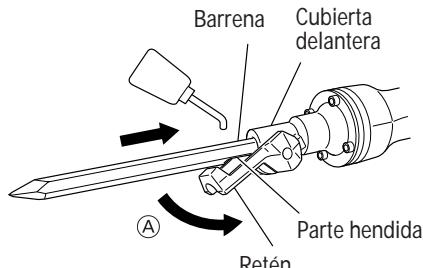

Fig. 6
- (1) Limpie, y después unte la parte del vástago del accesorio con grasa o aceite de máquina.
- (2) Mueva el retén hasta la posición de apertura Ⓐ. Alinee el vástago de forma que la parte hendida quede debajo de la abrazadera y asiente el accesorio, tal como una barreta de punta, una cortadora, etc., en el orificio hexagonal de la cubierta frontal (consulte la Fig. 6).